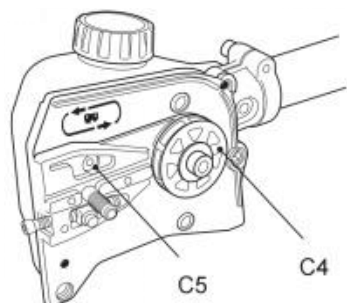

Fig. 70
2. Controllare che l'orifizio di lubrificazione (C5) non sia ostruito e, se necessario, pulirlo per garantire una corretta lubrificazione della barra guida e della catena della sega durante il funzionamento. Utilizzare un filo metallico morbido di dimensioni sufficientemente ridotte da poter essere inserito nel foro di scarico dell'olio (Fig. 70).